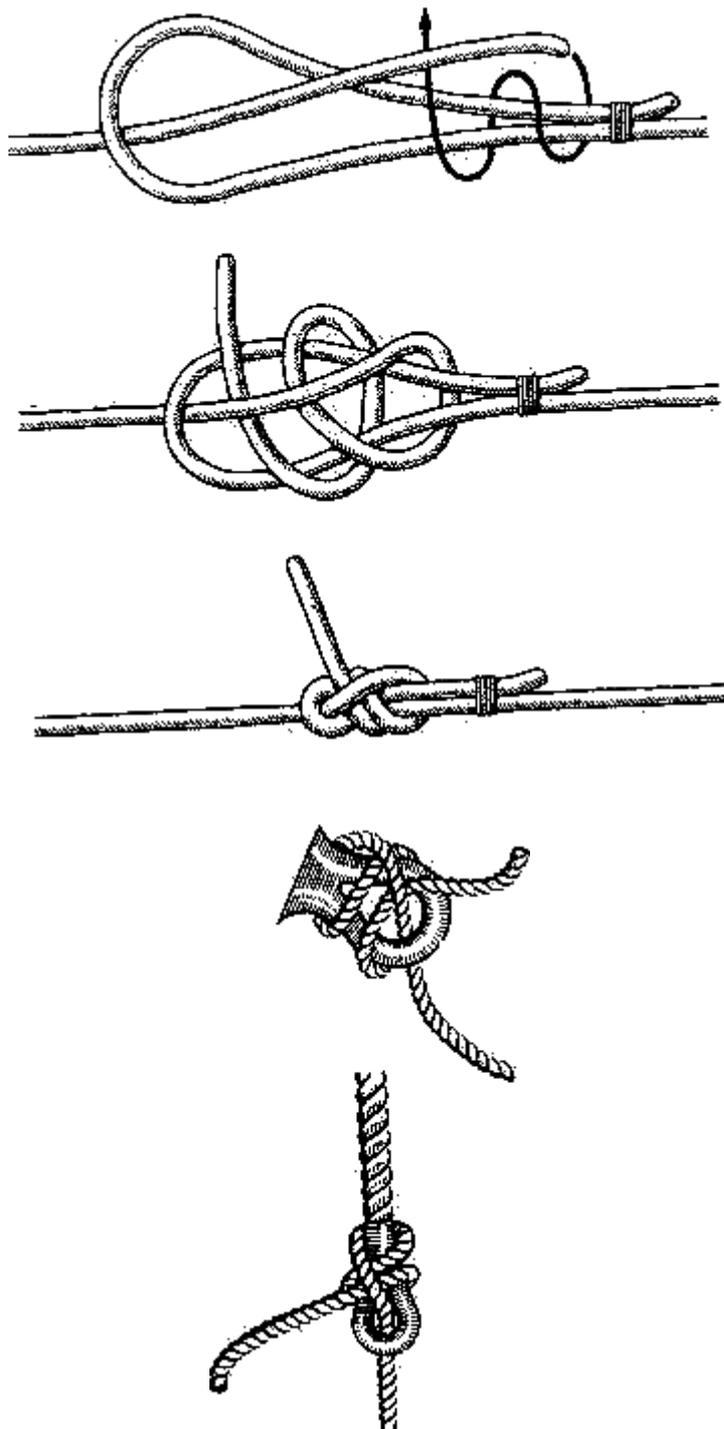

Рис. 39. Брам-шкотовый узел
**Брам-шкотовый узел** (рис. 39). Так же, как и шкотовый узел, свое название он получил от наименования снасти – брам-шкот, которой растягивают шкотовые углы нижней кромки прямого паруса при постановке брамселей. Если шкотовым узлом вяжут одинарные шкоты нижних парусов, то брам-шкотовым узлом вяжут брам-шкоты и бом-брам-шкоты, брам-фалы и бом-брам-фалы, а также брам-гитовы.